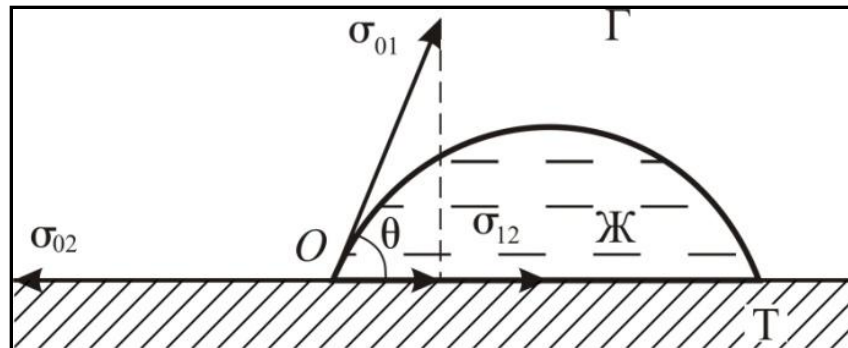

Рис. 1. Расположение капли жидкости на лиофильной поверхности
1. $0^\circ < \theta < 90^\circ$, $1 > \cos\theta > 0$, наблюдается явление смачивания. Поверхность считают хорошо смачиваемой и называют **лиофильной**. Данный случай иллюстрируется на рис. 1